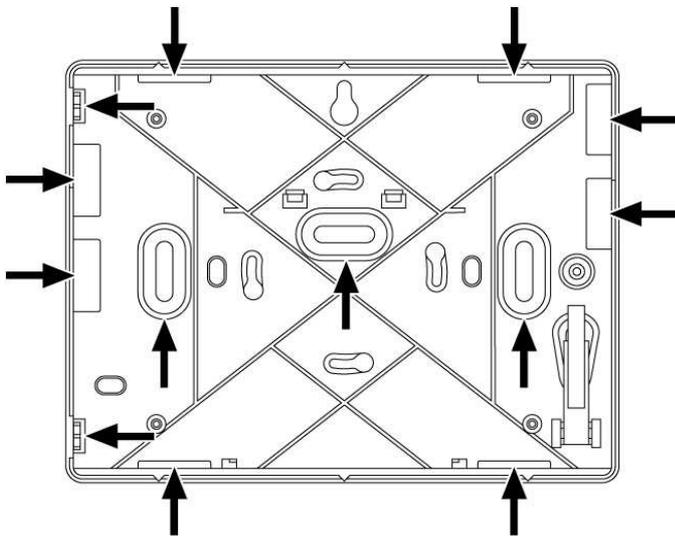
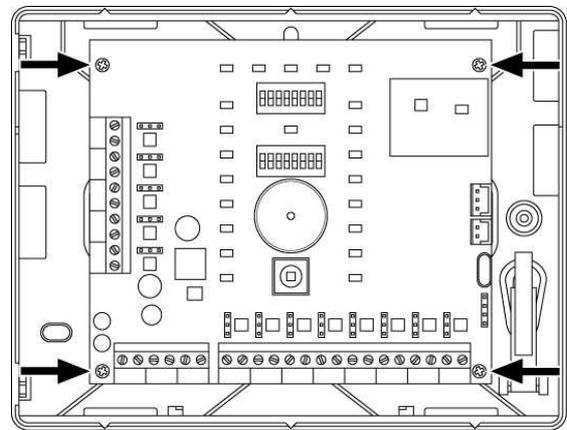

Figure 3
Figure 4
2. Prédéposer les passages pour les câbles de raccordement vers la centrale d'alarme filaire. La base du boîtier du module radio est prédéposée avec des passages prédécoupés (figure 3) : si on veut utiliser les passages postérieurs et non ceux latéraux, il faut d'abord enlever la carte électronique, en ôtant les quatre vis placées aux angles (figure 4).